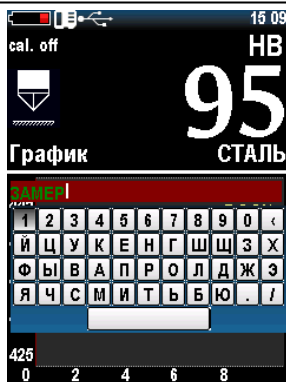

Рисунок 2.47 – Ввод названия сохраняемому измерению
1. Нажать клавишу «» (ВВОД). На дисплее появляется клавиатура для ввода названия измерения (серии измерений) (рис. 2.47).